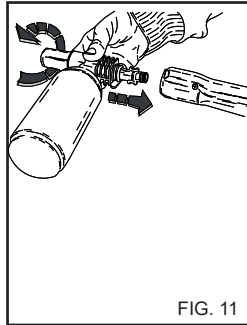

FIG. 11
- Når rengjøringsmaskinen ikke er i bruk må sikkerhetsanordningen på håndtaket lukkes (fig 11).
2) Fjern forlengelsesleddet fra håndtaket og før inn vaskemiddel-fordeleren (fig.11), start varmvannsspyleren og strøyt ut over overflaten nedenfra og oppover.